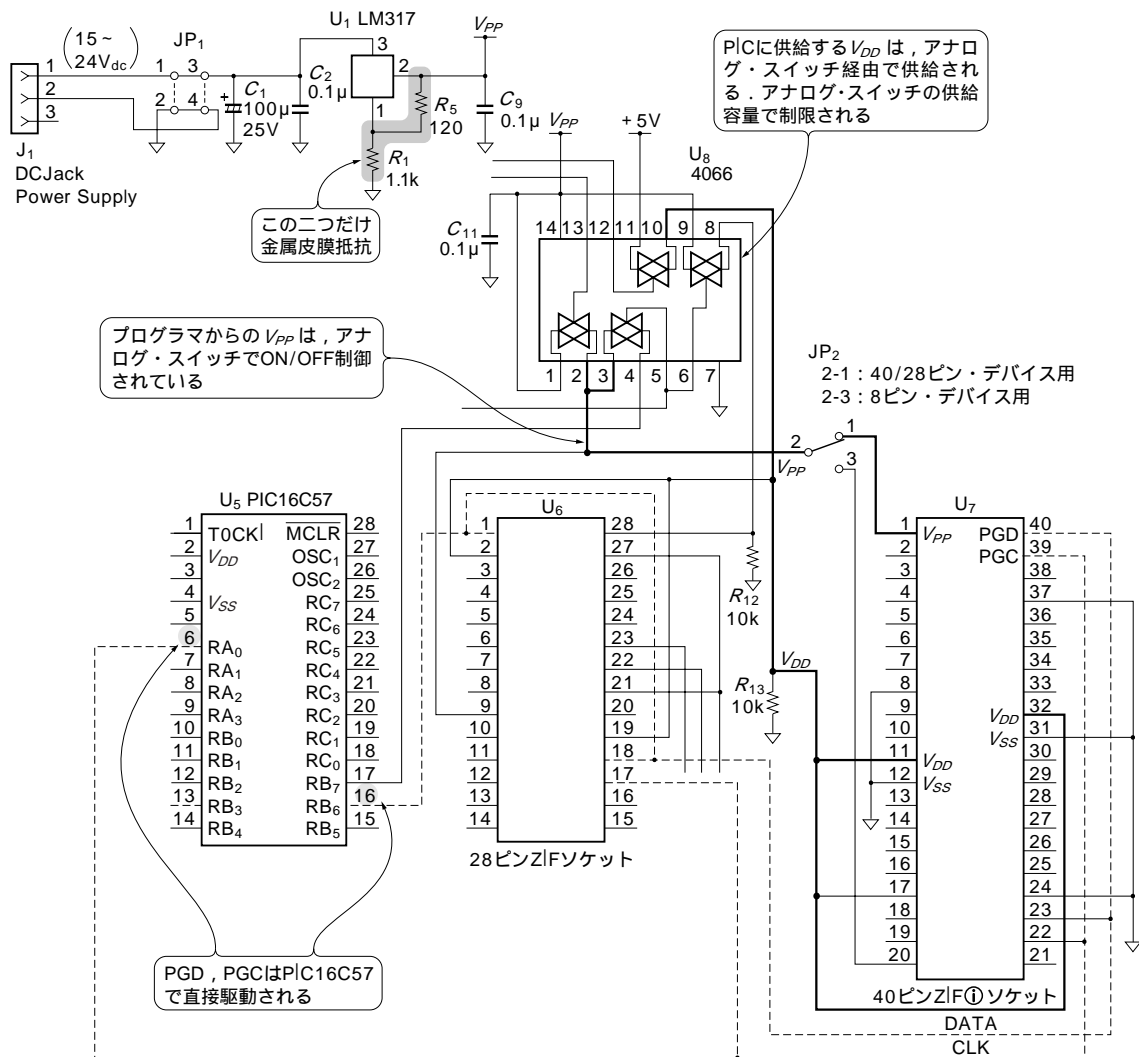

図3-9(4) AKI-PIC プログラマV3.5の回路図の抜粋
図3-9の回路図では、可変三端子レギュレータ IC LM317の出力電圧設定用の抵抗R1, R5だけ、5本のカラー・コードで表示されている金属皮膜抵抗が使用されています。カラー・コードが茶(1) 茶(1) 黒(0) 茶(10の1乗) 金(5%)で1.10k (1100)と茶赤黒黒金 = 120 のもので、共に温度係数の良い(= 温度変化で抵抗値の変動が少ない)抵抗です。ほかの一般的な炭素皮膜抵抗は4本のカラー・コードで表示されています。